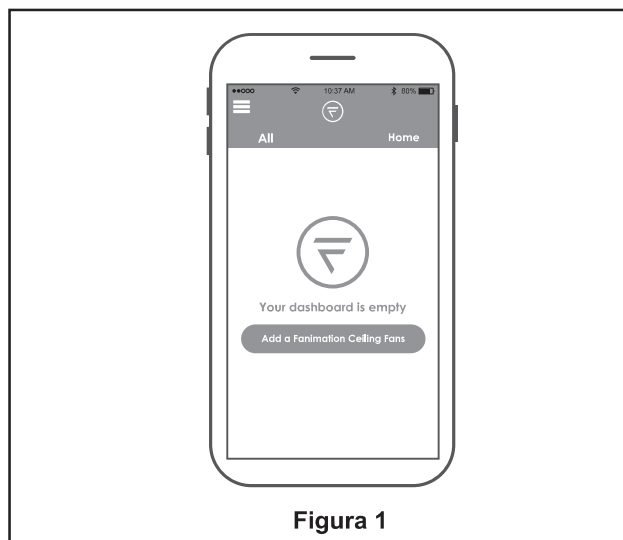

Figura 1
1. Visite el App Store de Apple o el Play Store de Google para descargarse la App gratuita fanSync Wifi. Cree su cuenta Fanimation fanSync. (Figura 1)